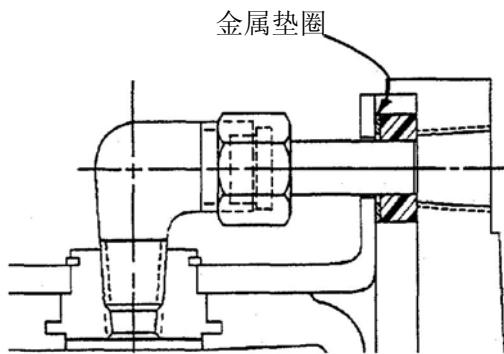

图 7
2.6.5 在进气管上安装连接垫圈。金属垫圈靠近弯头（远离法兰），见图 7。
- 2.7.9 在进气管上安装气管垫圈。金属支撑垫圈朝向空气弯管（远离法兰），见图 7。